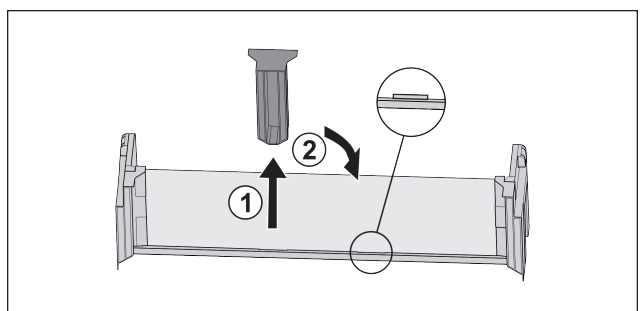

Fig. 30
- Mittleres Halteteil abziehen Fig. 30 (1).
- Mittleres Halteteil auf zweiter Position einsetzen Fig. 30 (2).